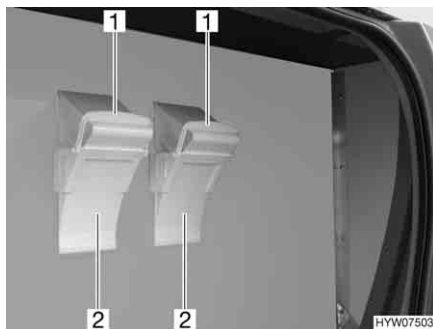

Fig. 10 Cunei d'arresto
- Ruotare verso il basso la staffa di supporto (Fig. 10,1).
- Estrarre il cuneo d'arresto (Fig. 10,2) dal supporto.